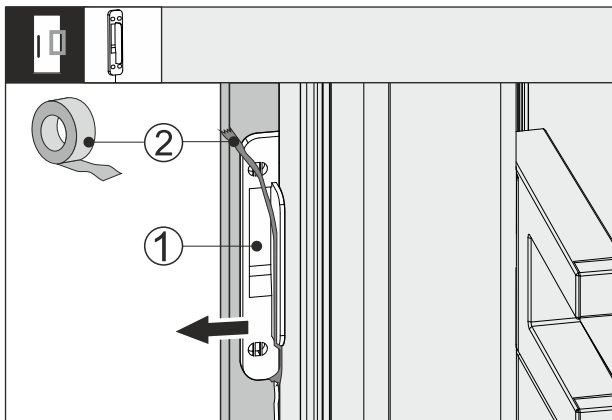

Fig. 64
- ▶ Noņemiet līmlenti Fig. 64 (2) no klauvējiena sensora Fig. 64 (1).